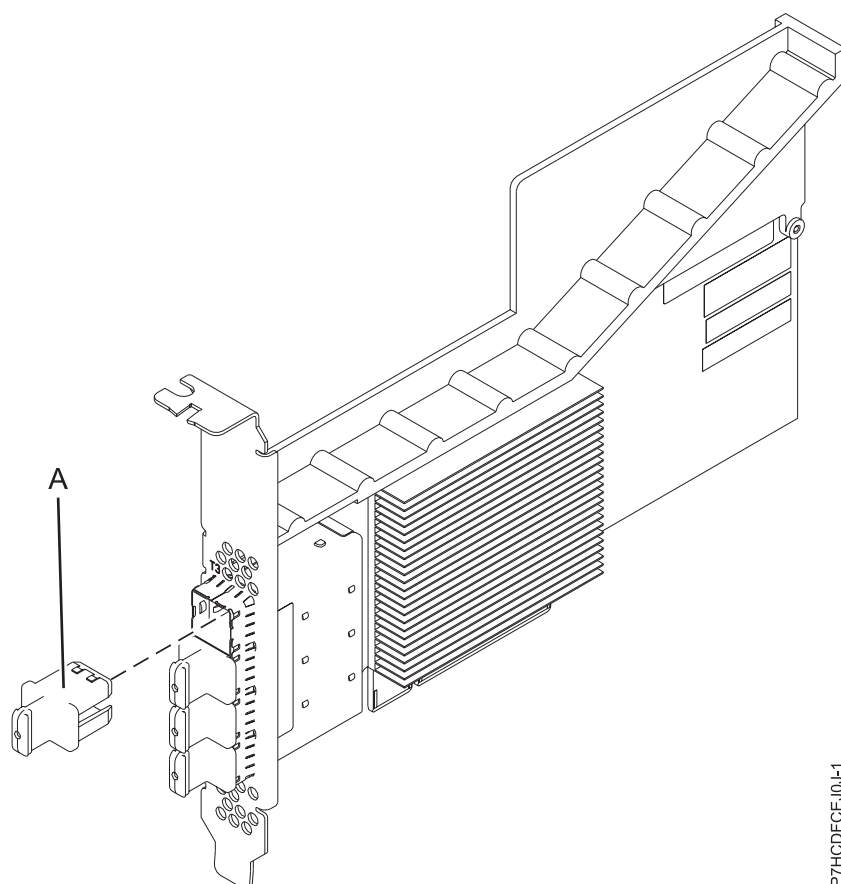

Figura 28. Adaptador de porta PCIe3 4 x8 SAS
combinada com o disco SAS no mesmo adaptador. O adaptador não possui cache de gravação. Figura 28 mostra o adaptador de porta PCIe3 4 x8 SAS.
O Figura 28 mostra o adaptador.O plugue do conector (A) está instalado em uma porta vazia e evita danos a essa porta sempre que um cabo para os conectores de porta adjacente é plugado ou removido.